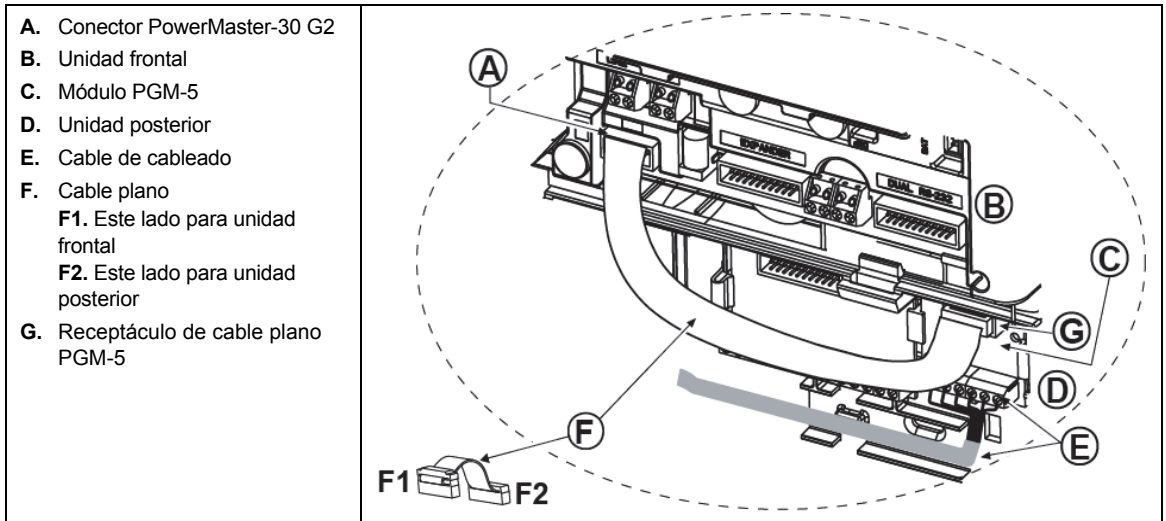

Figura 4.8 – Montaje de Módulo PGM-5
Monte el módulo PGM-5 como se muestra en la Figura 4.8.
¡Precaución! Al montar el módulo PGM-5 se recomienda encarecidamente enrutar el cable de cableado (E) como se muestra en Figura 4.8) para evitar la interferencia que puede ocurrir si se enruta demasiado cerca a las antenas del panel de control.